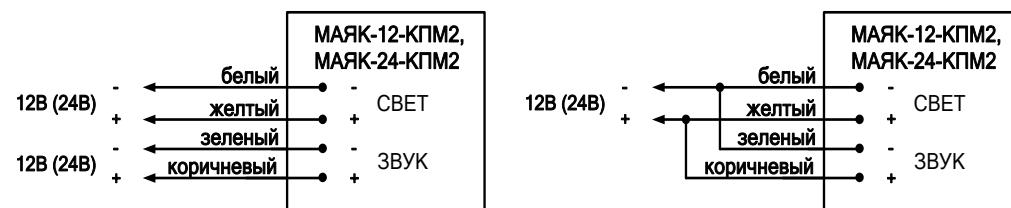

Рис. 1. Схема подключения
2. Подключение изделий должно выполняться в соответствии со схемой (рис. 1).